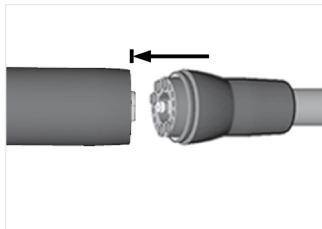

FIG. 2
2. Подсоедините микромотор к специальному шлангу (с соединением типа MCX), как показано на рис. 2.